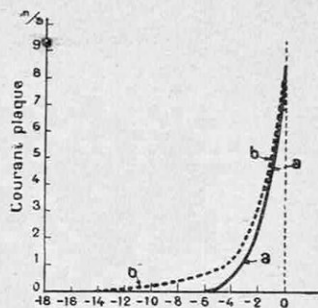

FIG. 5. — VARIATIONS DU COURANT-PLAQUE AVEC LES VARIATIONS SIMULTANÉES DES POTENTIELS DE PREMIÈRE ET DEUXIÈME GRILLE
vons l'influence de ces variations sur le courant-plaque. Comme on le voit (fig. 5), les qualités amplificatrices de la lampe diminuent avec l'augmentation de la tension négative de la première grille. Comme nous l'avons dit plus haut, c'est une lampe à *pente variable* (1).
actions des deux grilles vont s'additionner (fig. 5). C'est encore une courbe d'une lampe « à pente variable », donnant l'amplification maximum pour les tensions des grilles voisines de 0 et l'amplification maximum pour la polarisation de 7 volts environ. Cette variation étant un peu trop rapide pour la pratique, on n'applique ordinairement, sur la deuxième grille, que la moitié de la ten-